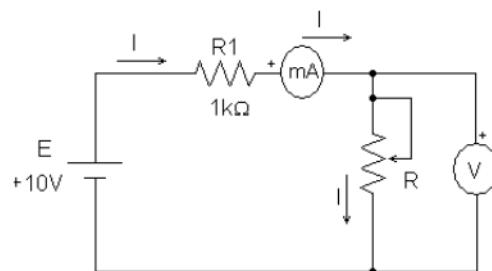

Figura 4: Circuito para estudo do potenciômetro e comprovação da *1^a Lei de Ohm*.
- Monte o circuito mostrado no esquema elétrico da figura 4, no qual R é um potenciômetro de $4k7\Omega$ (resistência máxima do potenciômetro).